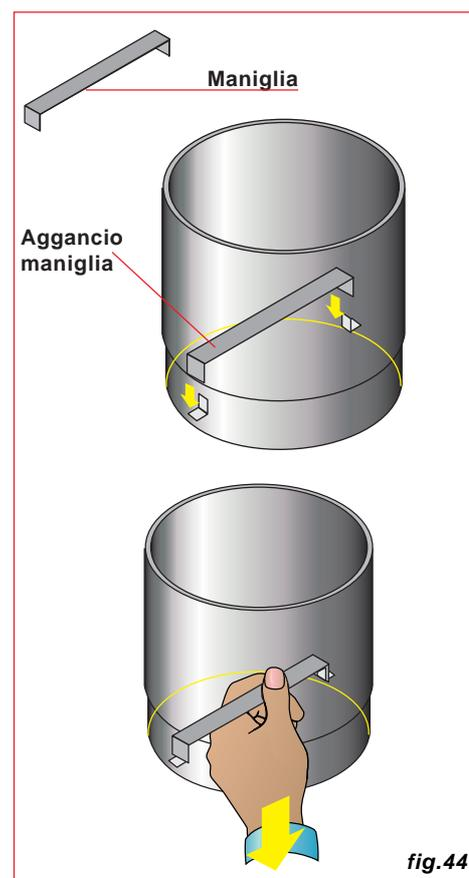

fig.44
**7.13)** Rimossa la piastra inserire la maniglia in dotazione (fig.44) con il raccordo telescopico all'interno di quest'ultimo e una volta agganciato iniziare a tirare il raccordo verso il basso fino al completo aggancio sulla bocca uscita fumi del calorsystem (fig.45).